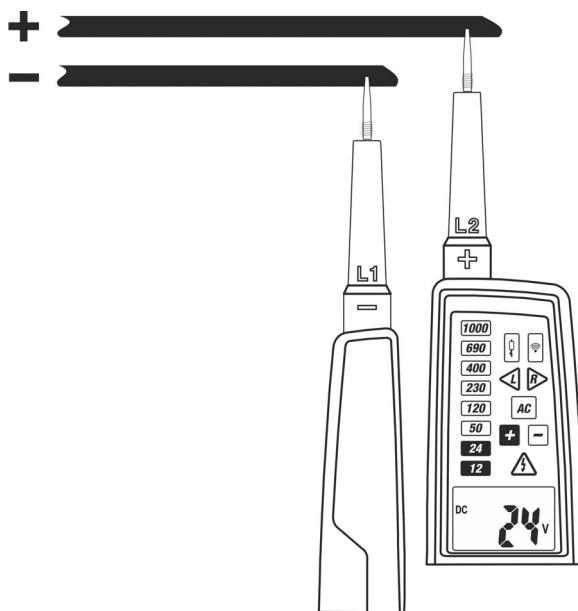

Fig. 4: Medida de Tensión CC
2. Conecte las puntas L1 y L2 a la fuente en pruebas (ver la Fig. 4). La medida se realiza **sólo con contacto de las puntas sobre la parte metálica de los conductores**
4. Si el LED "-" se enciende significa que la tensión medida tiene polaridad opuesta a la de la conexión mostrada en la Fig. 4